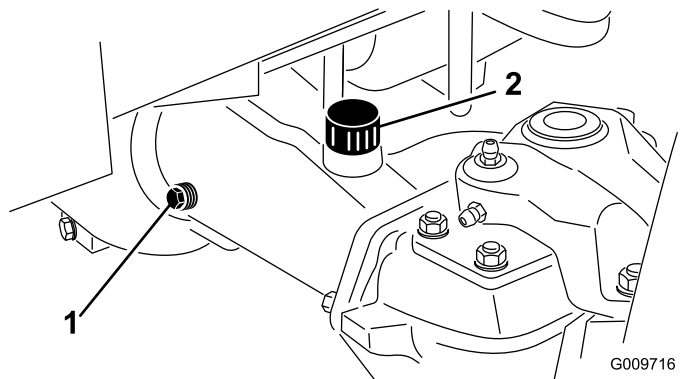

Рисунок 109
2. Снимите контрольную пробку с одного конца моста (Рисунок 109) и убедитесь, что масло доходит до низа отверстия. Если уровень низкий, снимите пробку заливного отверстия (Рисунок 109) и добавьте такое количество масла, чтобы довести его уровень до низа отверстия контрольных пробок.